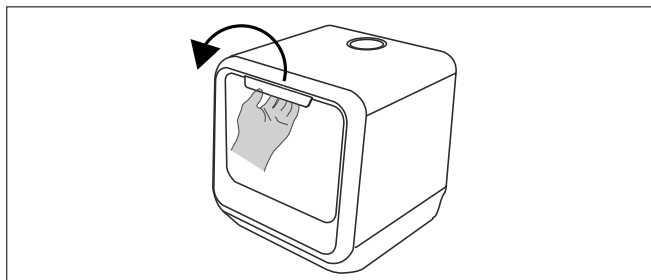

Fig. 12 – Ouverture de la porte
- ▶ Saisissez la poignée encastree (1) et ouvrez la porte en la tirant vers vous. Ouvrez complètement la porte (voir **Fig. 12**).